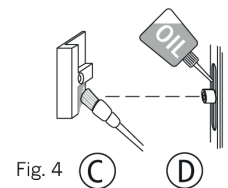

Fig. 4
Beslagsdelarna ska smörjas årligen eller vid behov. Använd vaselin samt annat passande fett på kontaktytor (se fig. 4,5,6). Glidytor på låskolvarna (D) måste inoljas med en syrafri olja.